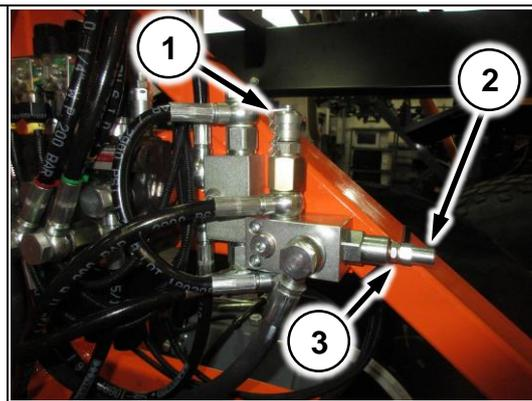

Рис. 167
1. Установите манометр в точку контроля давления (Рис. 167/1);
2. Отверните контргайку (Рис. 167/2);
6. Вращая регулировочный винт (Рис. 167/3) добейтесь давления 25 Ваг по манометру при нажатой вниз клавише опускания подвеса;
7. По завершении регулировки законтрите контргайку (Рис. 167/2).